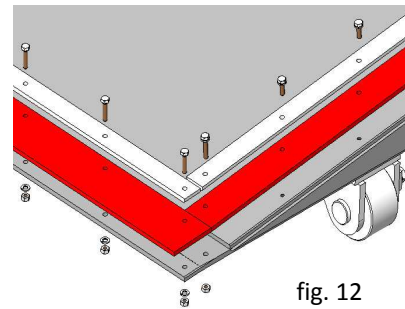

fig. 12
6. Lâcher et extraire les vis qui soutiennent les brides et les joints sur le panneau (fig. 12).